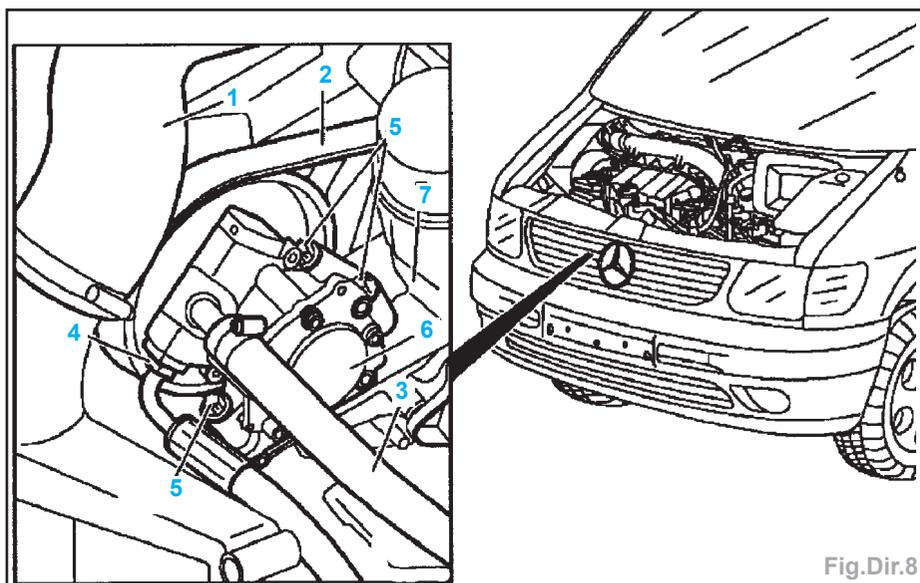

Fig.Dir.8
- le flexible d'air de suralimentation (1) (Fig.Dir.8).
- la courroie d'accessoires (2),
- la conduite de retour (3),
- le tuyau haute pression (4) sur la pompe (6),
- les vis (5).
- Enlever la pompe de servodirection (6).